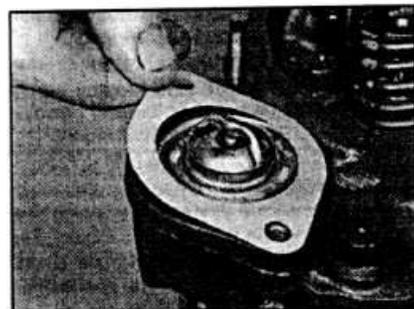

Рис. 3.11. Установка новой прокладки на корпус термостата.
- Установка производится в последовательности, обратной снятию. Очистите сопрягаемые поверхности и замените уплотнительное кольцо круглого сечения термостата и прокладку корпуса (см. рис. 3.11).